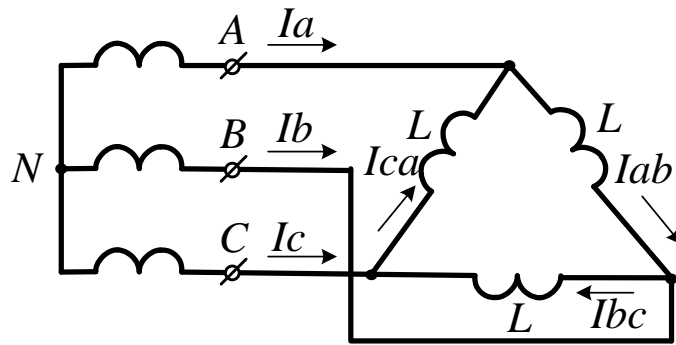

Рисунок 64
**Задача 58.** К трехфазному трансформатору (рис.64), обмотки которого соединены в звезду, подключены соединенные треугольником три одинаковые катушки. Фазные напряжения трансформатора  $U_\phi=127\text{В}$ . Сопротивление катушки  $x_L=22\text{Ом}$ . Определить токи в катушках и обмотках трансформатора.